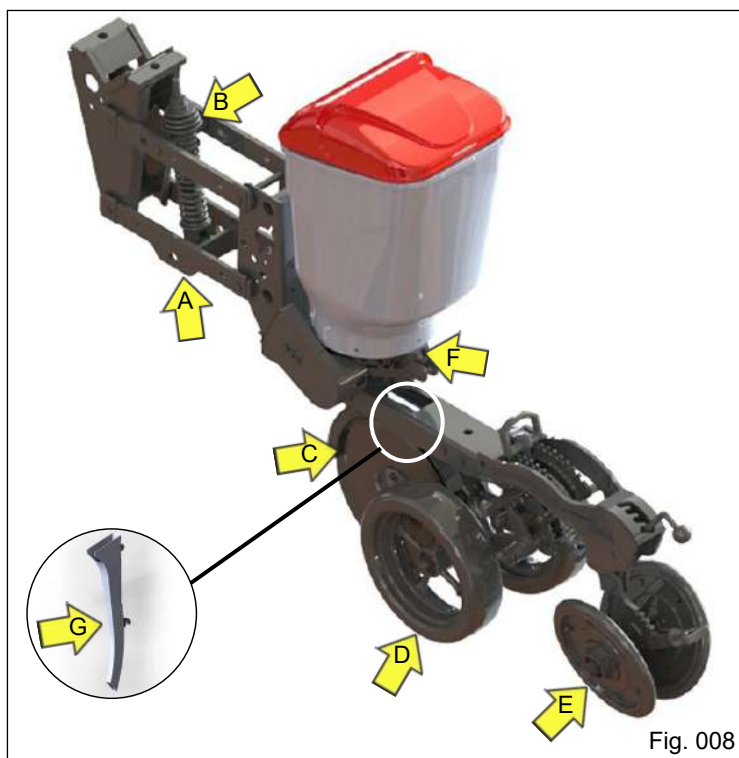

Fig. 008
- Menor comprimento – mais suavidade e estabilidade mesmo em terrenos irregulares. Montadas no tubo porta ferramentas, ficam posicionadas desencontradas umas das outras. Possui (Fig. 008):